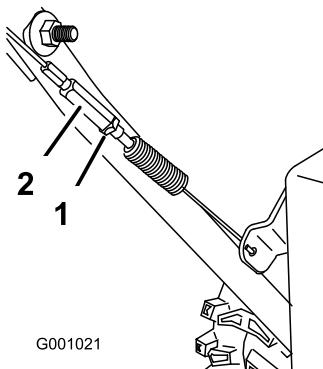

Figure 48
- Resserrez l'écrou de blocage (Figure 48).